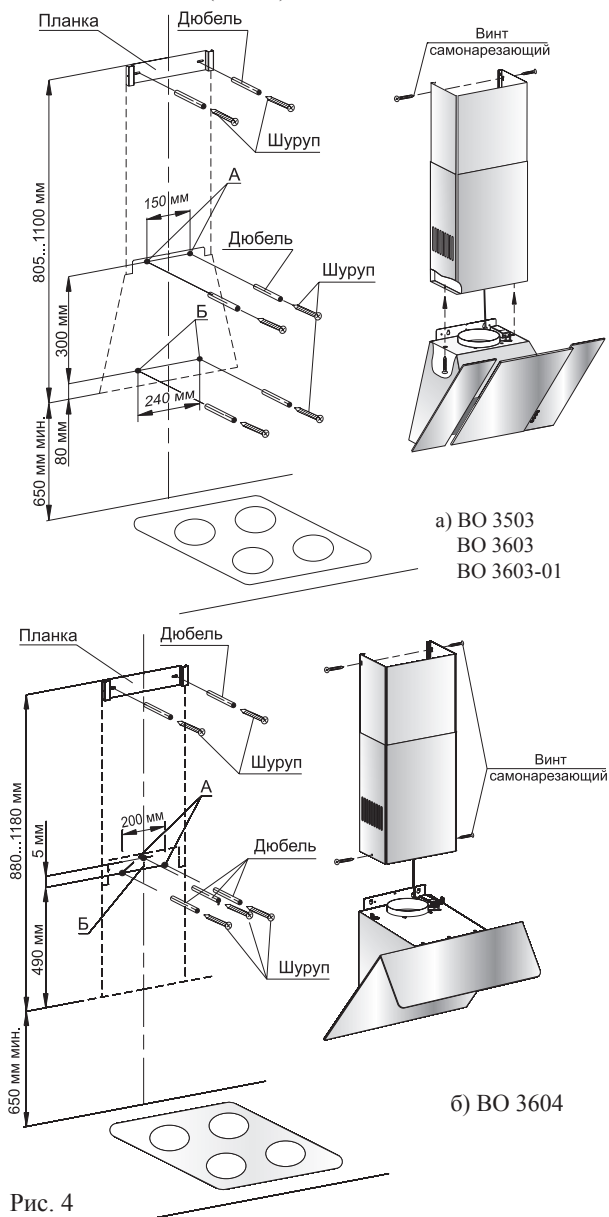

Рис. 4
**ВНИМАНИЕ!** МИНИМАЛЬНОЕ РАССТОЯНИЕ МЕЖДУ ПЛОСКОСТЬЮ УСТАНОВКИ ПОСУДЫ НА ПЛИТУ (НАГРЕВАТЕЛЬНОЙ ПОВЕРХНОСТЬЮ) И ВОЗДУХООЧИСТИТЕЛЕМ ДОЛЖНО БЫТЬ 65 см. ВОЗДУХООЧИСТИТЕЛЬ КРЕПИТЬ НА РОВНУЮ ПОВЕРХНОСТЬ (РИС.4).
6.3 С учетом установочной высоты и центральной линии разметьте на стене отверстия (А и Б) (рис.4).
6.4 Просверлите отверстия диаметром 8 мм: А на глубину 70 мм, Б на глубину 50 мм, рис.4.
6.5 В отверстия вставьте дюбели согласно рис.4. и по отверстиям А заверните не до упора два шурупа, на которые навесьте воздухоочиститель со снятыми фильтрами.